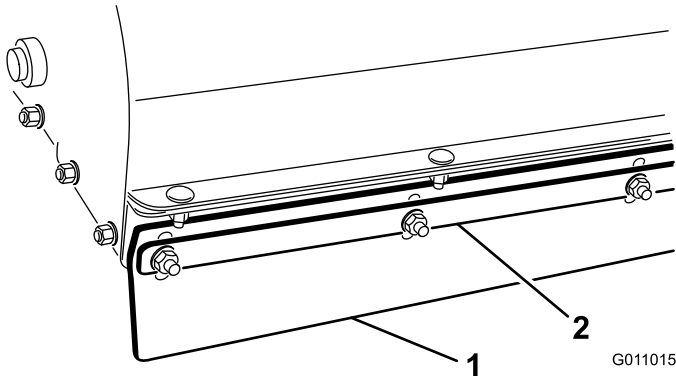

Figura 22
1. Allentate i dadi che fissano la reggetta di metallo e la falda anteriore all'alloggiamento della spazzola (Figura 22).